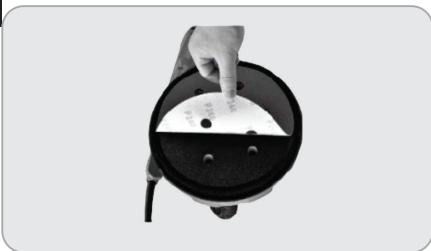

Fig.3
- Scoateți smirghelul din cutia de instrumente și apoi fixați-l pe disc (Fig.3). Partea din spate a smirghelului se va lipi automat cu discul.